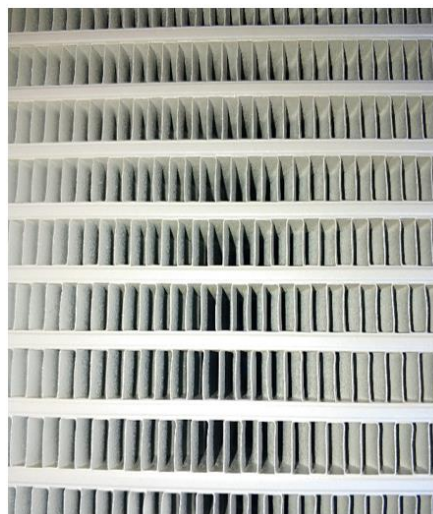

Рисунок 3.79. Соты радиатора
- ▶ Осмотреть соты блока радиаторов на наличие загрязнений рис. 3.79.